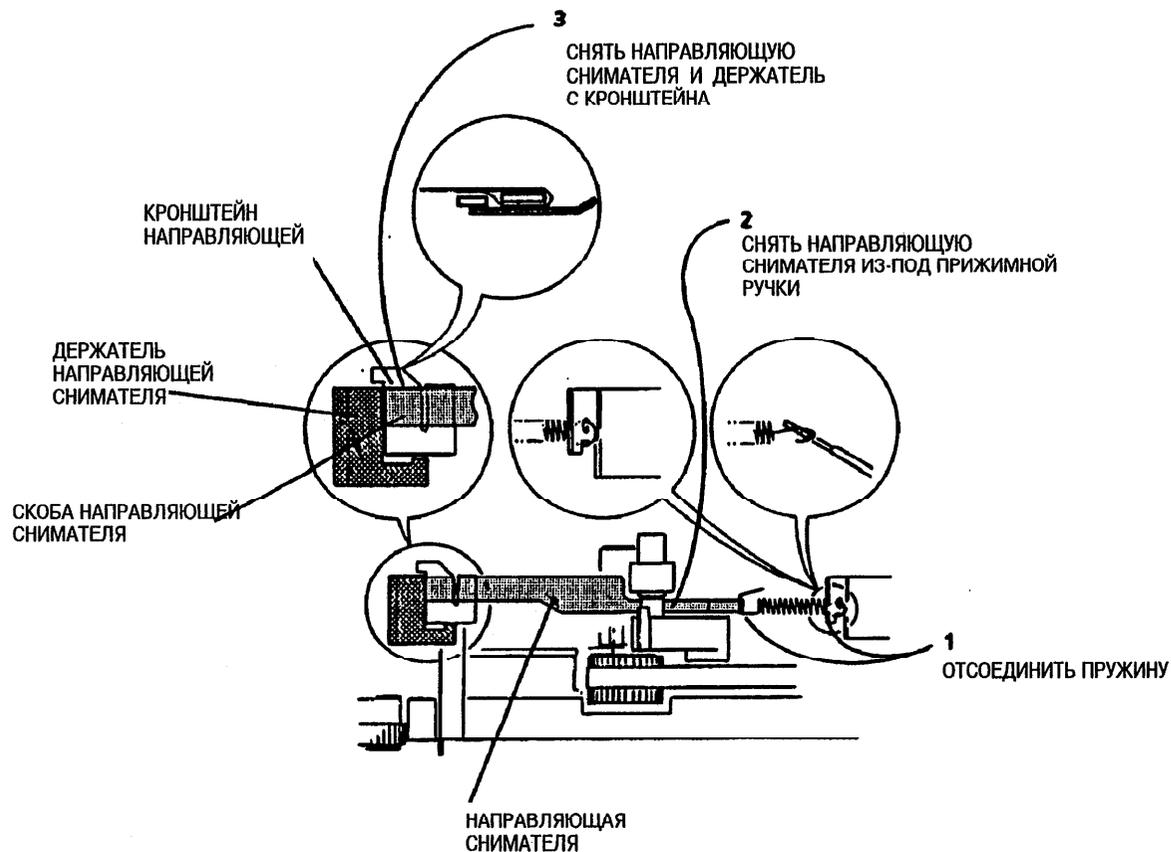

Рис. 1. Снятие направляющей снимателя и
3. (Рис. 1): Снять направляющую снимателя